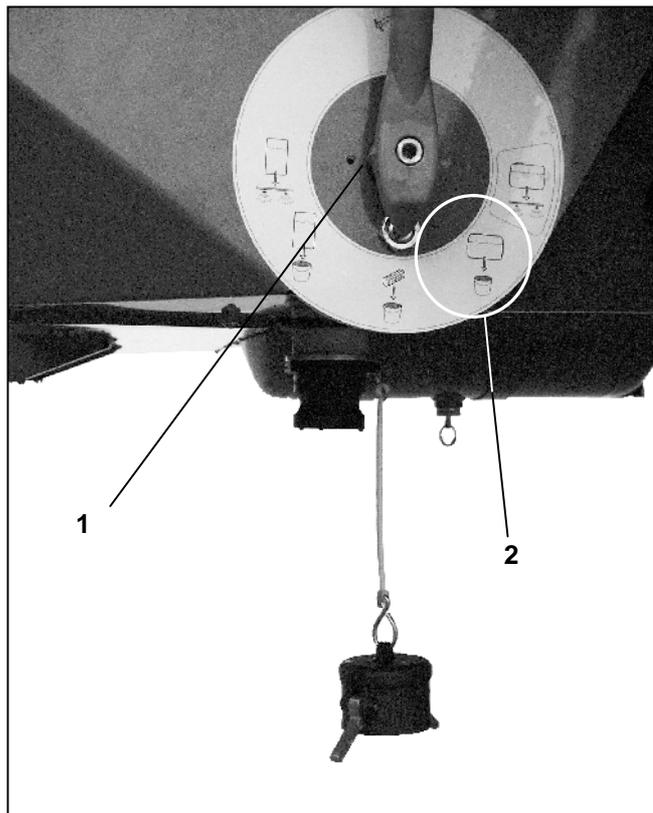
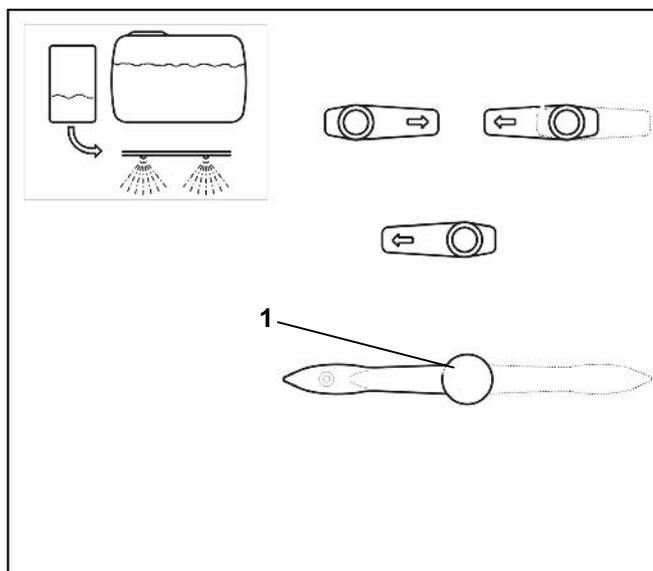

Fig. 7.21
Fig. 7.22
Um die im Behälter verbleibende, verdünnte technische Restmenge in ein geeignetes Auffanggefäß abzulassen den Mehr-Wege-Umschalthehn (Fig. 7.22/1) auf Position „Ablassen“ verschwenken (Fig. 7.21/2).
- Mehr-Wege-Umschalthähne in Position "Spülen" bringen (Fig. 7.22).